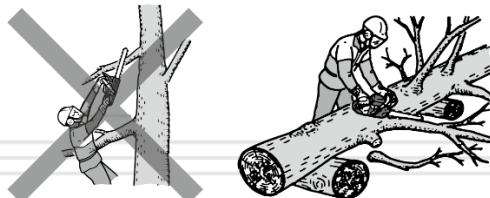

Рисунок 15. Схема обрізки гілок
5.3.5. Обрізка гілок і сучків (див. рис. 15, 16, 17)